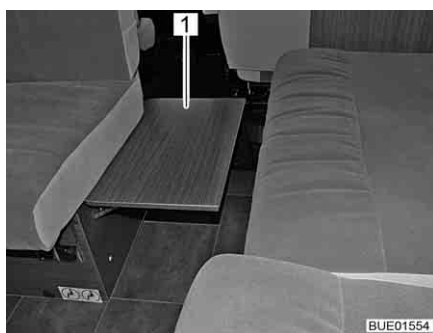

Fig. 108 Ensanche plegable del banco
- Girar hacia arriba el ensanche del banco (Fig. 108,1) en el banco delantero y dejar que engatille.